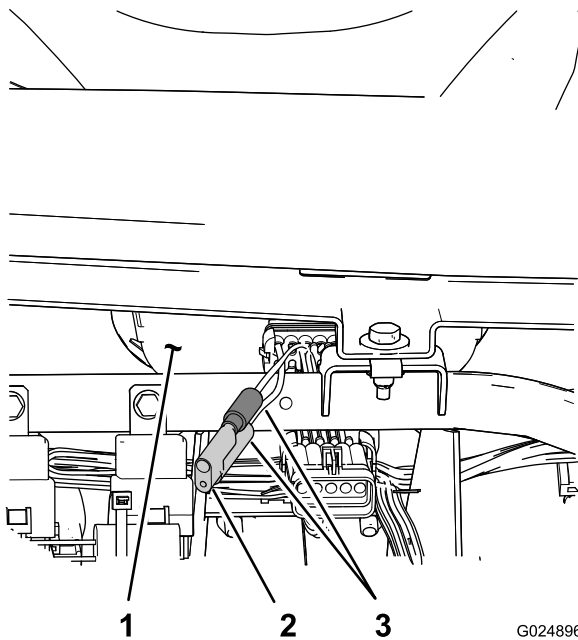

Figura 83
3. Localice los 2 cables sueltos juntos al velocímetro (Figura 83).
4. Retire el conector del cable del arnés y conecte los cables entre sí (Figura 83).